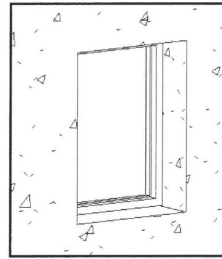

Fig. 04.119.
- Tegn en væg og isæt et vindue (Fig. 04.119).